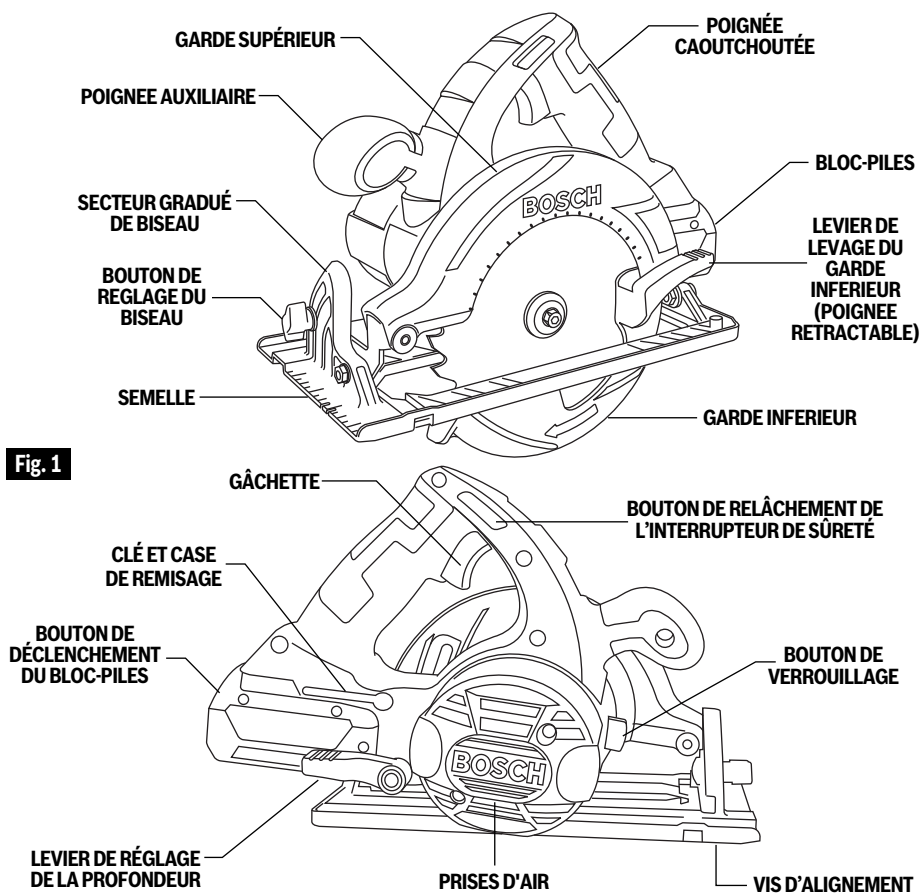

Fig. 1
Faites glisser le bloc-piles chargé dans le bâti jusqu'à ce que le bloc-piles se bloque en position (Fig. 1).
Appuyez une fois de plus sur le bouton de déclenchement du bloc-piles et faites glisser le bloc-piles jusqu'à ce qu'il sorte complètement du bâti de l'outil (Fig. 1).
1. Tournez le GOUJON DE LAME à l'aide de la clé fournie en sens horaire et retirez le GOUJON DE LAME et la RONDELLE EXTÉRIEURE (Fig. 2). Si l'arbre bouge en tentant de desserrer le goujon de lame, appuyez sur le bouton de blocage (Fig. 1).